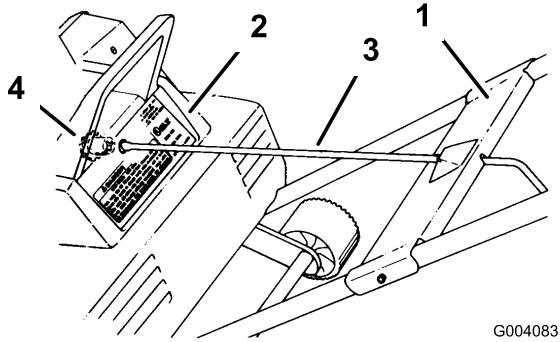
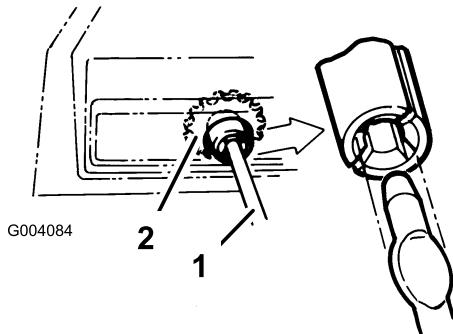

Bild 4
Bild 5
6. Setzen Sie die Befestigungsplatte auf die Rohre (Bild 4).
9. Drehen Sie die Stange der Auswurfkurbel vorsichtig, bis das abgeflachte Ende in den Schlitz des Zahnrads greift. Drücken Sie die Auswurfkurbel dann fest in das Zahnräder, bis sie einrastet (Bild 4 und Bild 5).